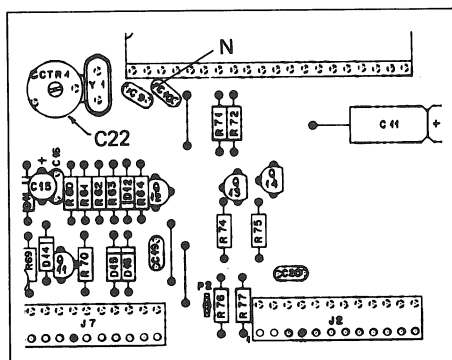

Fig. 3.14
- Frequenzzähler an Testpunkt [N] anschliessen (Fig. 3.14).
- Connect frequency counter to test point [N] (Fig. 3.14).
- Raccordez le fréquencesmètre digital au point de test [N] (fig. 3.14).